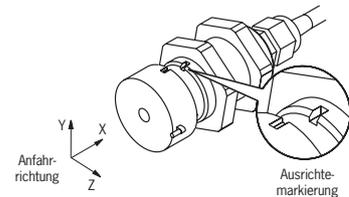

Bild 1: Ausrichtung Lesekopf und Betätiger
Die Einbaulage von Lesekopf und Betätiger ist beliebig. Ausrichtung von Lesekopf zu Betätiger beachten (siehe Bild 1).
- ▶ die aktiven Flächen von Lesekopf und Betätiger bei geschlossener Schutzeinrichtung deckungsgleich gegenüber liegen (siehe Bild 1)
- ▶ Bei geringer Anfahrtschwindigkeit zwischen Lesekopf und Betätiger und der Verwendung des Auswertegerätes CMS-E-BR sollte die Anfahrrichtung **Z** (siehe Bild 1) vermieden werden.